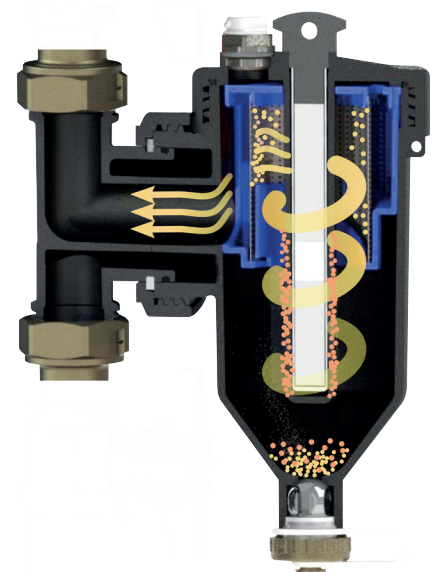

Fig. B3: filtración mecánica
- **filtración mecánica:** las partículas que no se han precipitado son retenidas por la malla del filtro (8) (fig. B3);